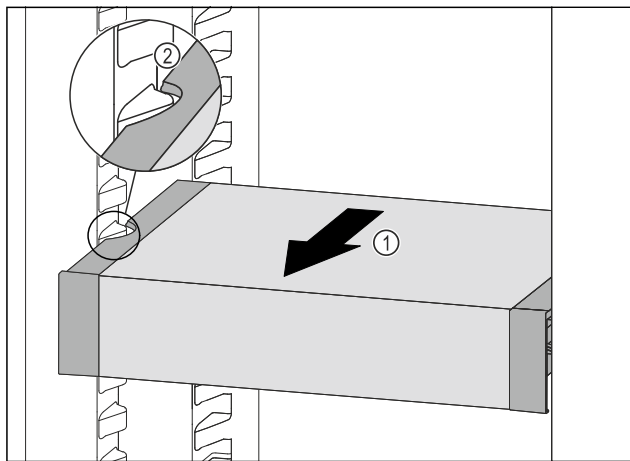

Fig. 199
- Ladicu VarioSafe vucite prema naprijed *Fig. 199 (1)* sve dok se bočni otvori ladice VarioSafe ne nađu na visini žlijeba spremnika u hladnjaku. *Fig. 199 (2)*